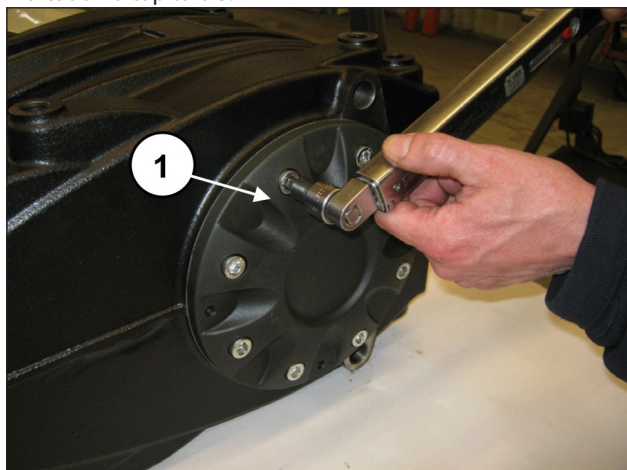

Fig. 62
Aperte os oito parafusos M10x30 (pos. ①, Fig. 62).